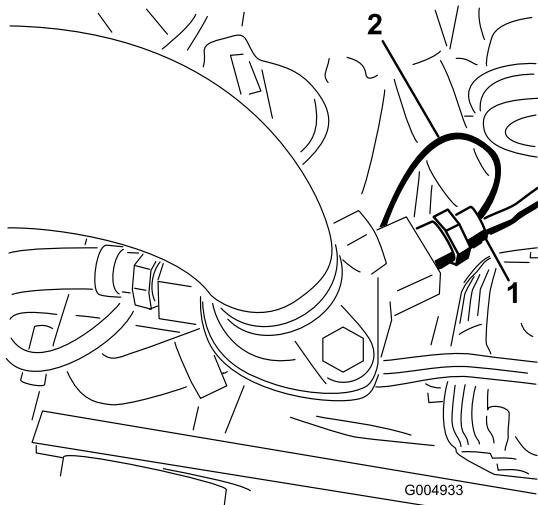

Figure 18
6. Posez le thermocontact à double contact neuf sur le côté droit du boîtier de thermostat du moteur (Figure 18).